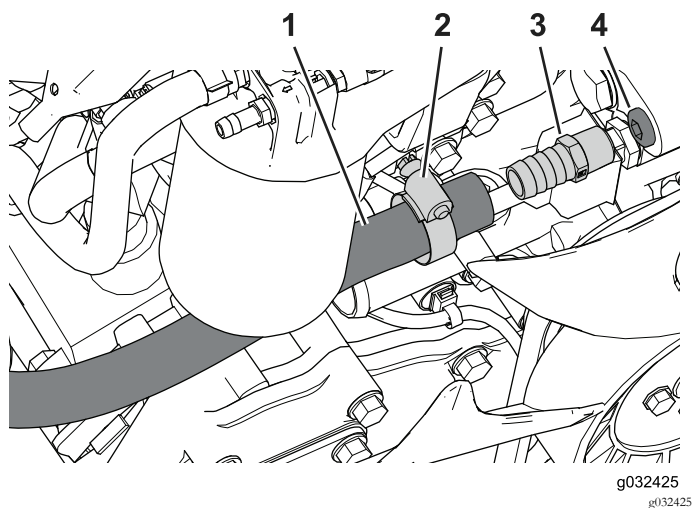

Figure 29
1. Localisez et retirez le bouchon de l'orifice du moteur (Figure 29).
- Appliquez du mastic d'étanchéité sur le filetage mâle du raccord droit en omettant le premier filet (Figure 29).
- Glissez le collier au bout du flexible (Figure 29).
- Branchez le flexible au raccord droit et fixez-le avec le collier, comme montré à la Figure 29.